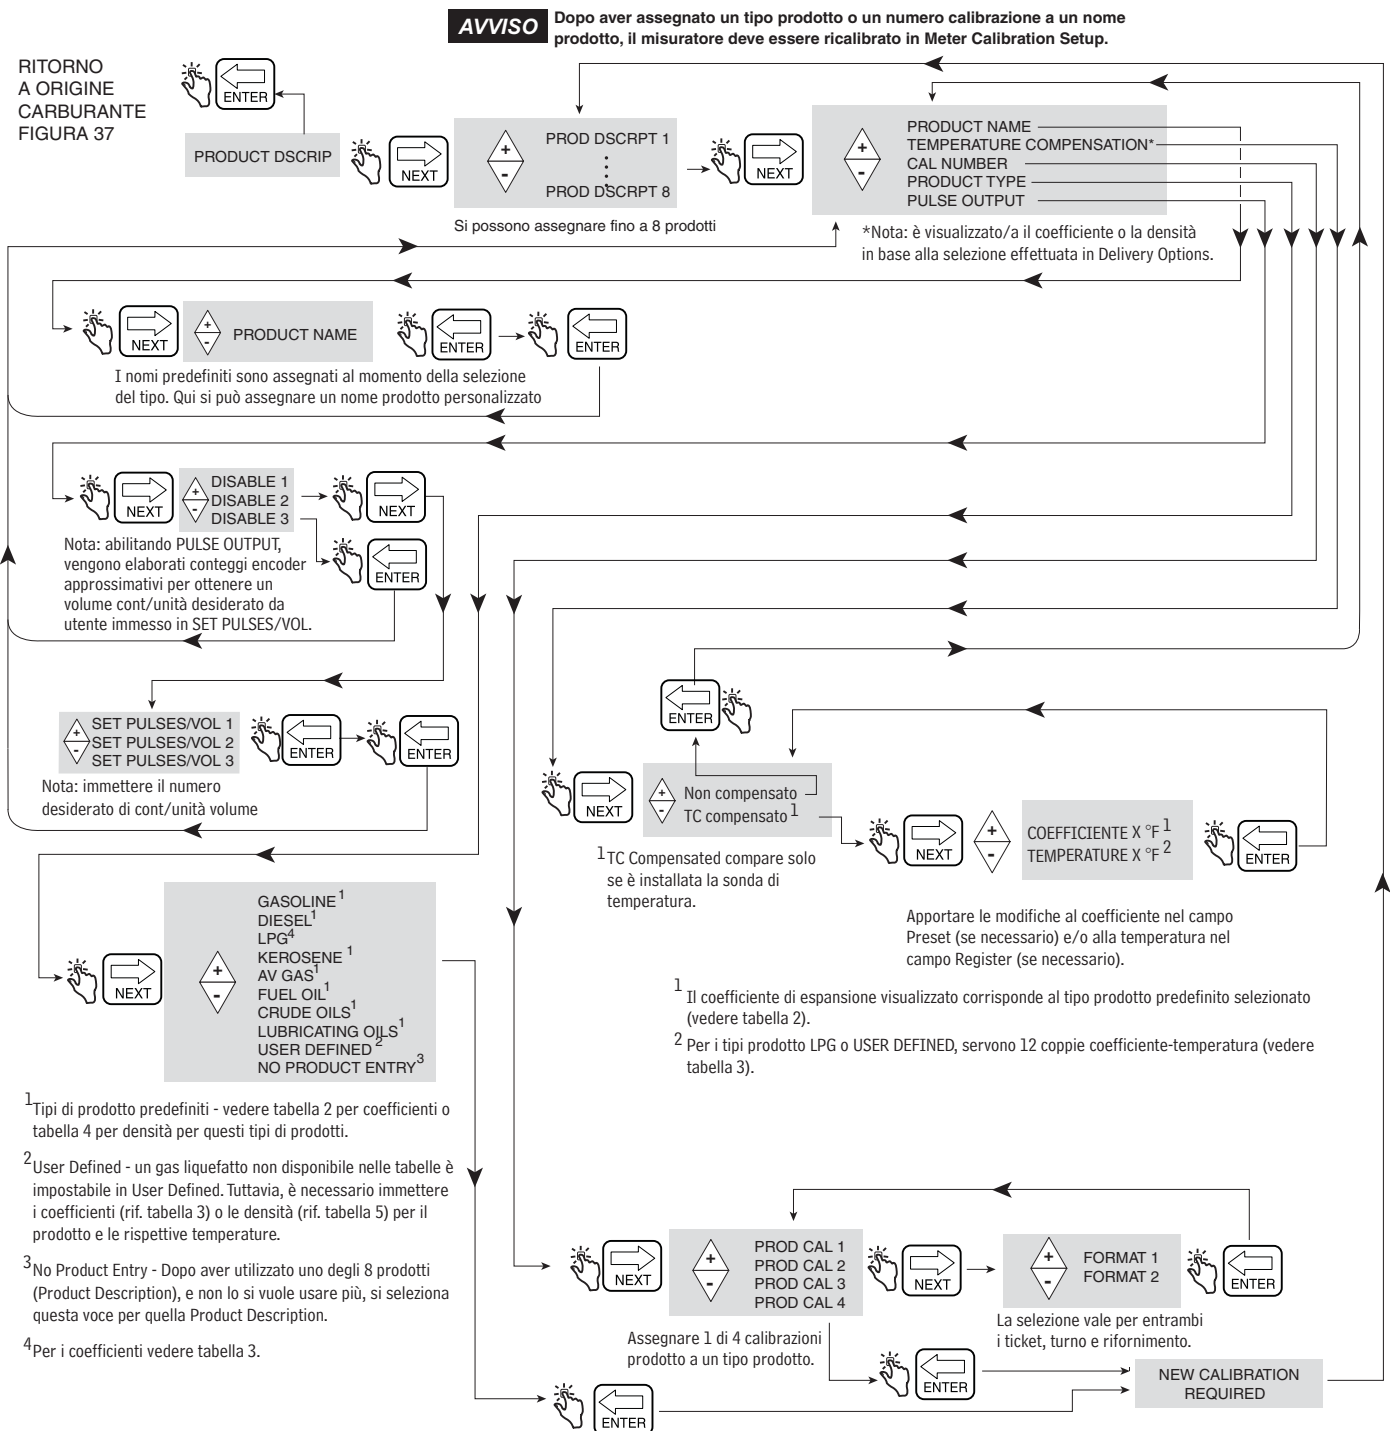

Figura 40. Impostazione di Product Description
La Figura 40 illustra le opzioni di impostazione di Product Description. Per l'EMR4 si possono assegnare fino a otto prodotti. Ogni prodotto ha un tipo, un nome e un fattore di compensazione termica. La compensazione termica per tutti i prodotti si calcola mediante il coefficiente termico o la densità, come selezionato nell'impostazioni delle opzioni di rifornimento (pagina 51).
I valori del coefficiente (C_{oe}) possono essere cambiati per soddisfare determinate specifiche del carburante/prodotto. Il fattore "t" è la temperatura misurata del carburante. Ad esempio, usare la procedura descritta nella Figura 40 a pagina 42 per cambiare il coefficiente di espansione predefinito per il Diesel da 0,00081 a 0,00083. Per calcolare il volume termicamente compensato, il coefficiente di espansione (C_{oe}) è ora uguale a 0,00083.
4. Dopo aver completato i 3 passaggi precedenti, modificare il valore di densità predefinita per massimo otto prodotti specifici, come descritto nella Figura 40, Impostazione descrizione prodotto.